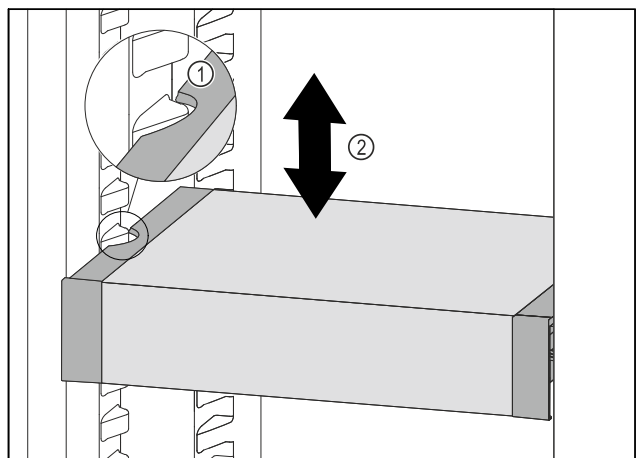

Fig. 140
- Tirer le VarioSafe vers l'avant jusqu'à ce que les encoches latérales du VarioSafe soient à la hauteur de la nervure du bac dans la partie réfrigérateur. Fig. 140 (1)
- Déplacer le VarioSafe vers le haut ou vers le bas dans la partie réfrigérateur jusqu'à ce que la hauteur souhaitée soit atteinte. *Fig. 140 (2)*